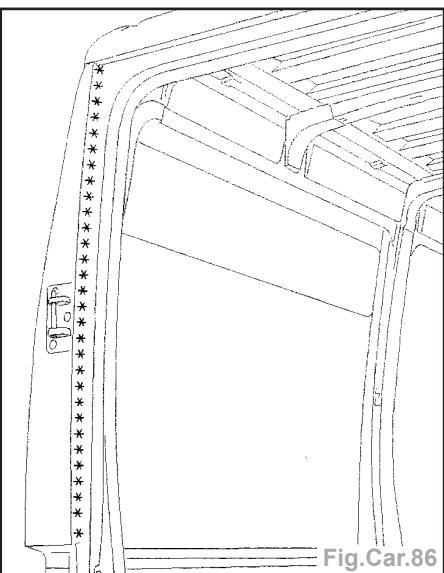

Fig.Car.86
- Dégrafer la ligne de points à l'aide d'une fraise de Ø 8 mm (Fig.Car.86).